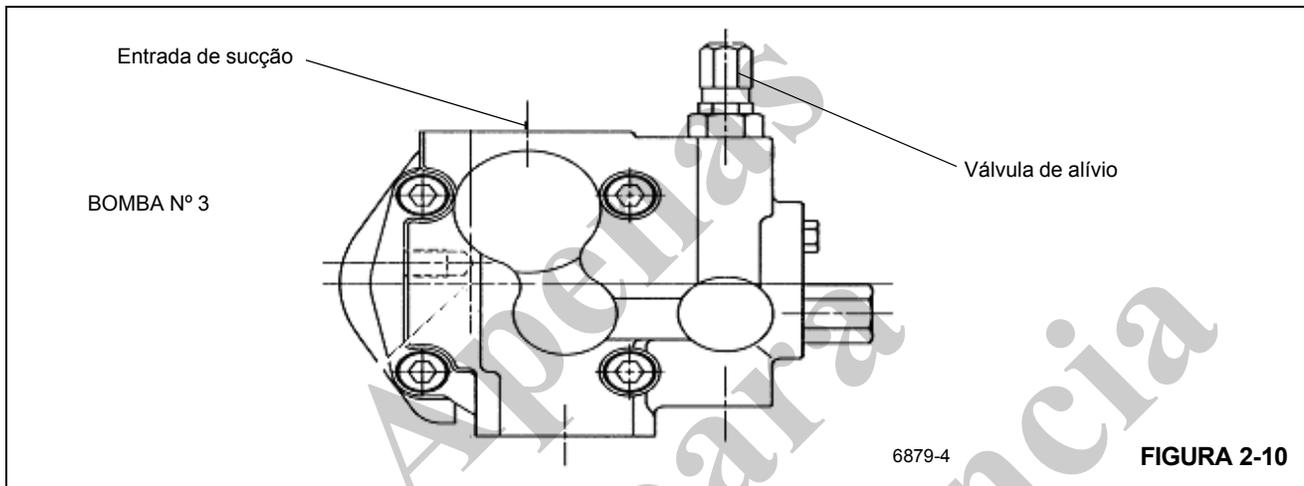

FIGURA 2-10
2. Faça o motor operar em marcha lenta (950 rpm) por somente 5 a 10 segundos já que o fluxo estará aquecido pela "recirculação quente". Verifique a pressão. Ajuste a válvula de alívio da bomba N° 3 (Figura 2-10) para  $19,3 \pm 0,4$  MPa ( $2800 \pm 50$  psi). Se for necessário repetir essa etapa, verifique se a bomba **NÃO ESTÁ QUENTE** ao toque. Se estiver, deixe-a resfriar antes de continuar.